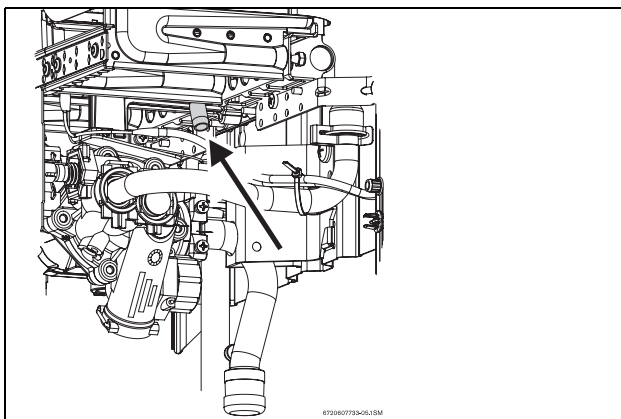

Bild 15 Messpunkt Düsendruck
- ▶ Verschlusschraube für Messstelle Düsendruck lösen (Bild 15).